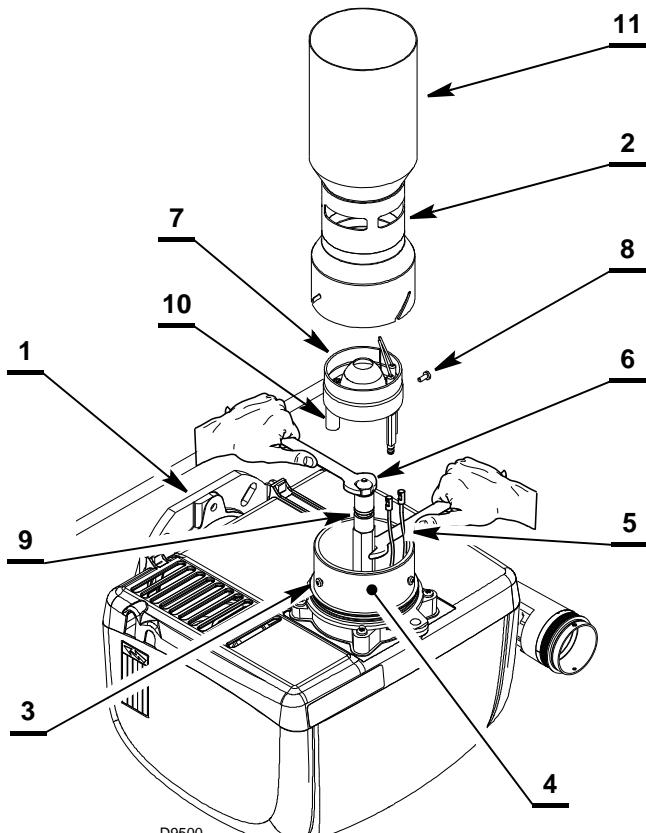
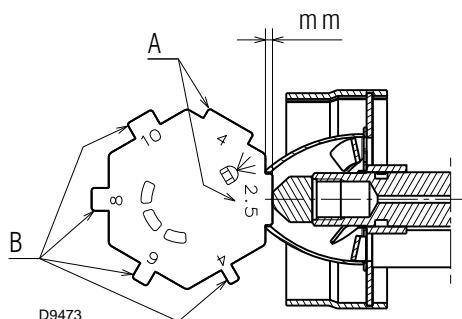

Abb. 25
Abb. 27
- den Brenner am Flansch 1) (Abb. 25) anschließen.
**DEN DÜSENSTOCK MIT HILFE EINES SCHRAUBENBENSCHLÜSSELS HALTEN (Abb. 25).**
- den Brenner am Flansch 1) (Abb. 25) anschließen und die Schrauben (3) lockern;
- Mit der beiliegenden Schablone 2) (Abb. 27) die richtige Positionierung des Kopfblocks 1) prüfen, befolgen Sie dazu die Hinweise aus Tab. B.
- Das Brennerrohr 2) (Abb. 25) montieren und mit den Schrauben 3) mit einem Drehmoment von max. 0,8 Nm befestigen, die Öffnung der Slitze wie in Tab. A Seite 17 angegeben einstellen (die beiliegende Schablone verwenden) (Abb. 27).